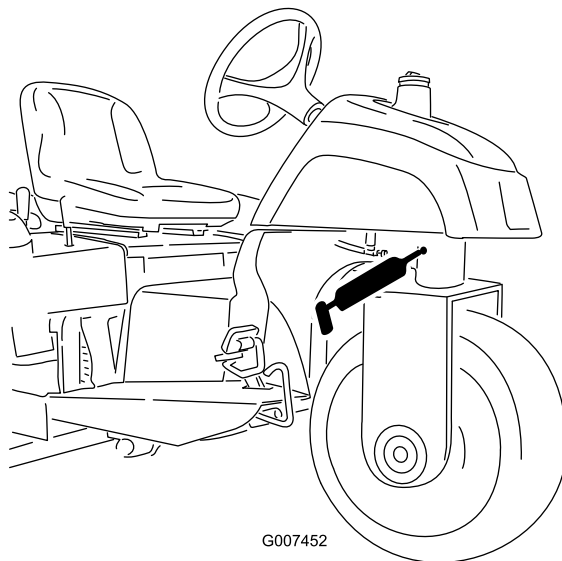

Рисунок 24
- Шарнир поворотного кулака (Рисунок 24)
Примечание: Для утопленной пресс-масленки на шарнире поворотного кулака (Рисунок 24) требуется переходник к смазочному пистолету. № по каталогу 107-1998 для заказа у местного официального дистрибьютора компании Того.